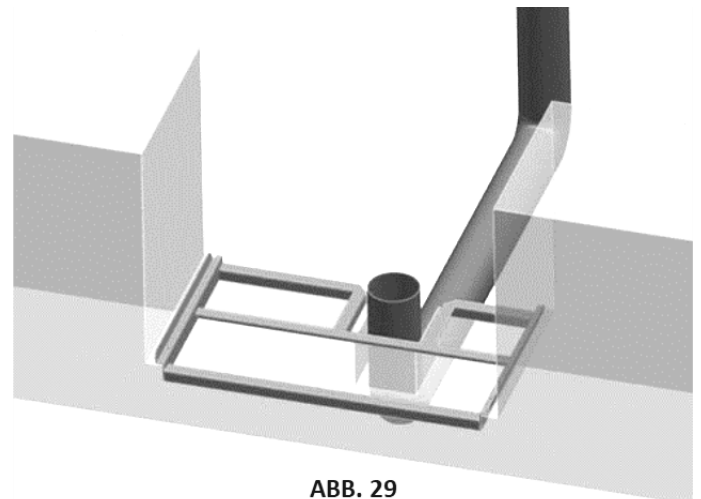

ABB. 29
4. Als Vorlage zur Montage das Gestell in dem Bereich verwenden, in dem der Herd installiert werden soll (Abb. 29).